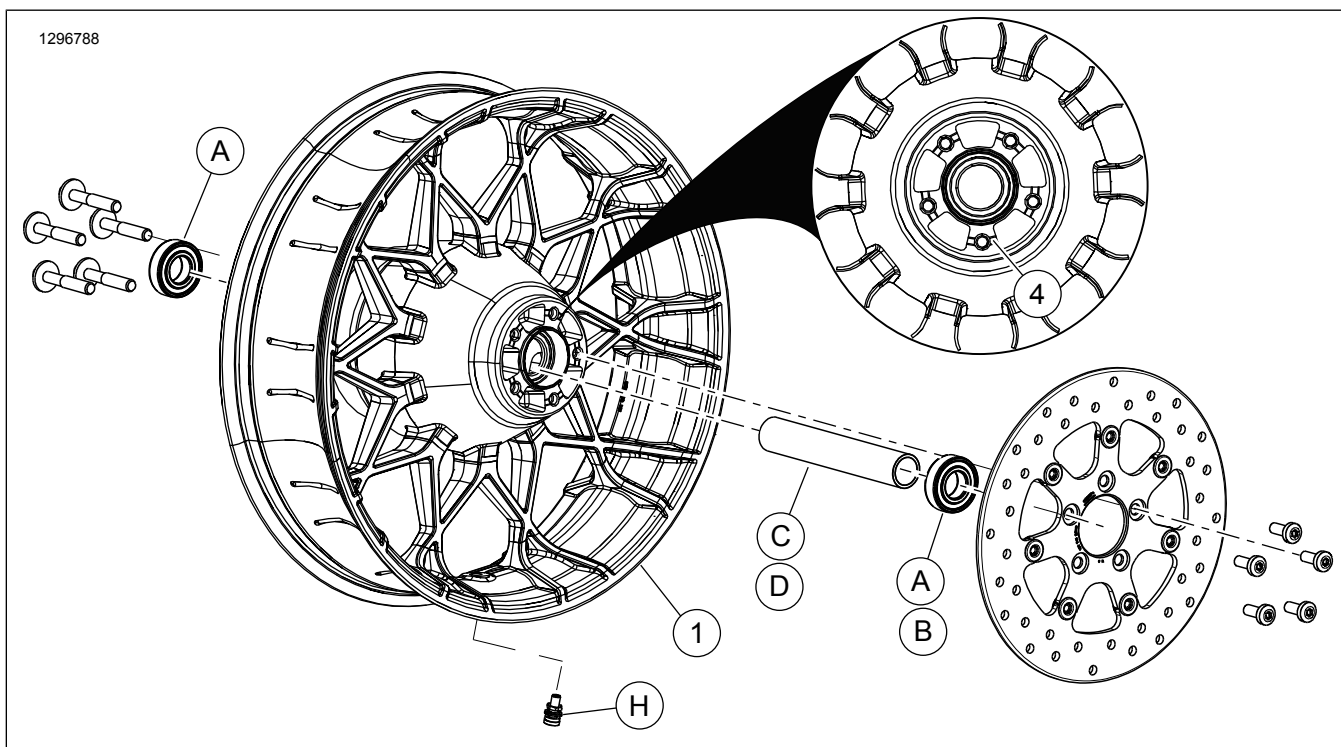

Figura 1. Parts tas-Service: Rota tat-Turbina ta' Wara
Dawn il-kits jinkludi rota personalizzat biss. Ara Figura 1 u Tabella 2 .
2. Ara Figura 1 . Installa l-assemblaġġ tal-virga tal-valv (H) fuq ir-rota. Ara l-manwal tas-servizz.